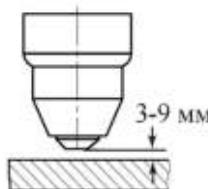

Рис. 7.4. Выбор расстояния от сопла плазмотрона до разрезаемого изделия.
- Расстояние до разрезаемого изделия (см. рис. 7.4).